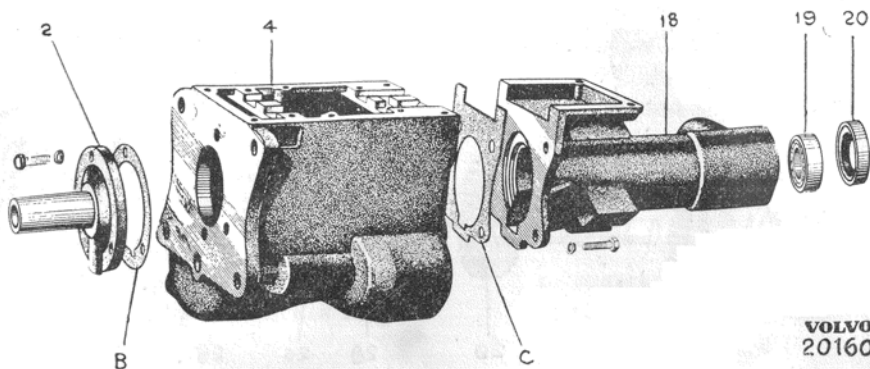

Bild 19. Växellådshus, H 1—H 4.
1. Lägg packningen (C bild 19) på växellådshusets bakre tätningssyta.
1. Sätt i ingående axeln (1) med lager i huset.
2. Lägg på en packning (B bild 19) och montera lagerlocket (2). Se därvid till att oljekanalerna i locket kommer mitt för oljedräningshållet i växellådshusets främre gavel.